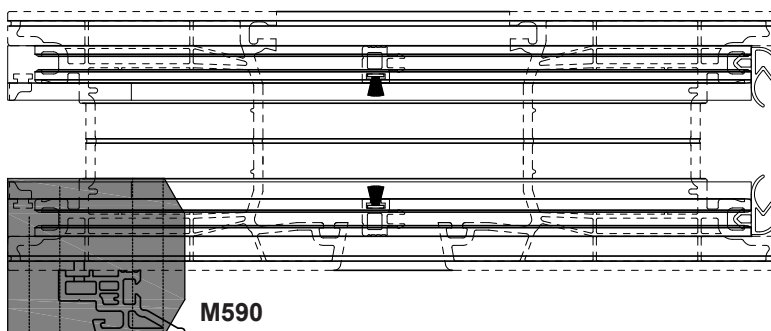

**Fig. 1** G151 incollato al 76661
9. Incollare la guarnizione **G151** ai profili di tenuta **76661** (Fig. 1)